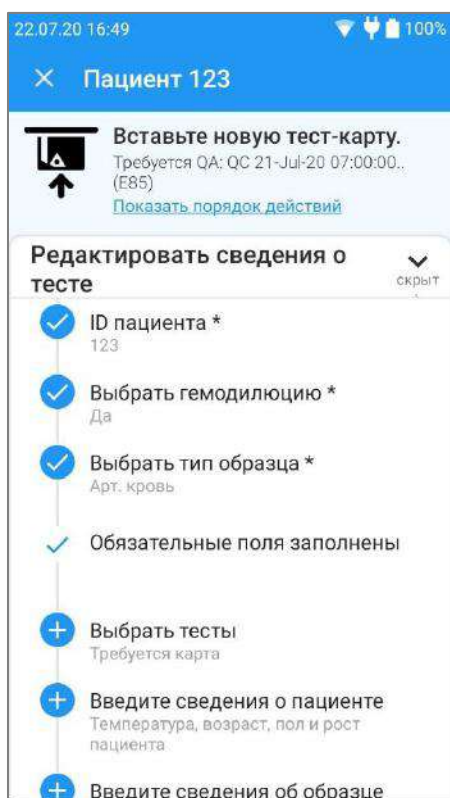

Рис. 56.
- В случае истечения срока по графику отображается предупреждение (рис. 56).